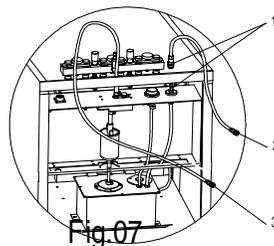

Fig.07
- 7) Conecte la manguera de regreso del motor, a la manguera de regreso de la unidad, usando el adaptador correspondiente y conecte el otro lado de la manguera de regreso al conector en la parte superior de CNC-602A. Vea la Fig. 07 para la conexión correcta.